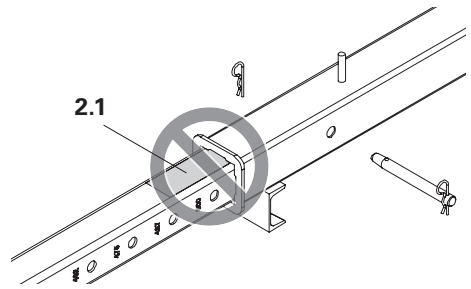

Fig. 12
- La marcatura di colore rosso (2.1) sul tubo interno indica la lunghezza massima di estensione. (Fig. 12)
1. Rimuovere l'inserto a molla (1.2) e il perno d'arresto (1.1). (Fig. 12)
2. Spostare il tubo interno (2) e regolarlo sulla misura richiesta.